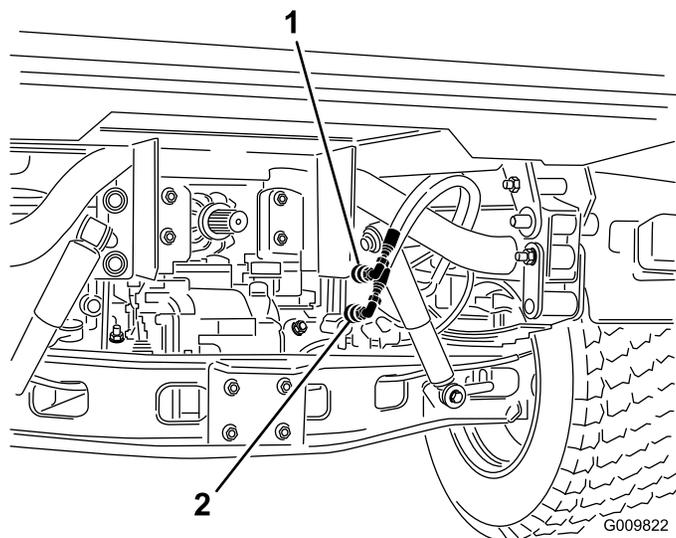

図 75
2. それぞれの車両で、クイックカップラホース2本を、カップラブラケットのホースから外す図75。